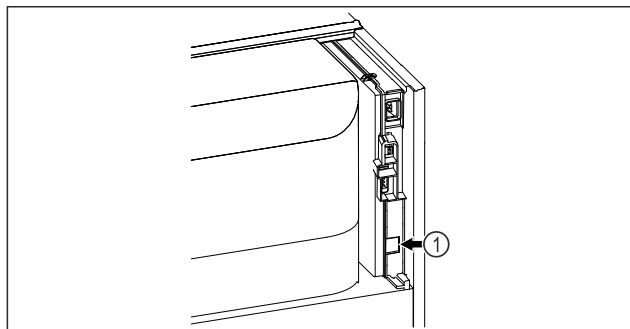

Fig. 140
- ❑ SmartModule Fig. 140 (1) ist eingesetzt.